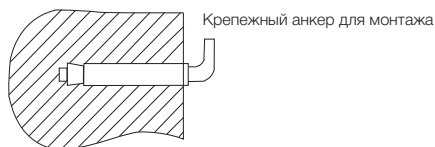

Рис. 2
2. После выбора места монтажа определите места под два крепежных болта с крючками (в зависимости от спецификаций выбранного изделия). Проделайте в стене два отверстия необходимой глубины с помощью сверла размером, соответствующим размеру крепежных болтов, вставьте винты, поверните крюк вверх, плотно затяните гайки, а затем установите на него электрический водонагреватель (см. рис. 2).